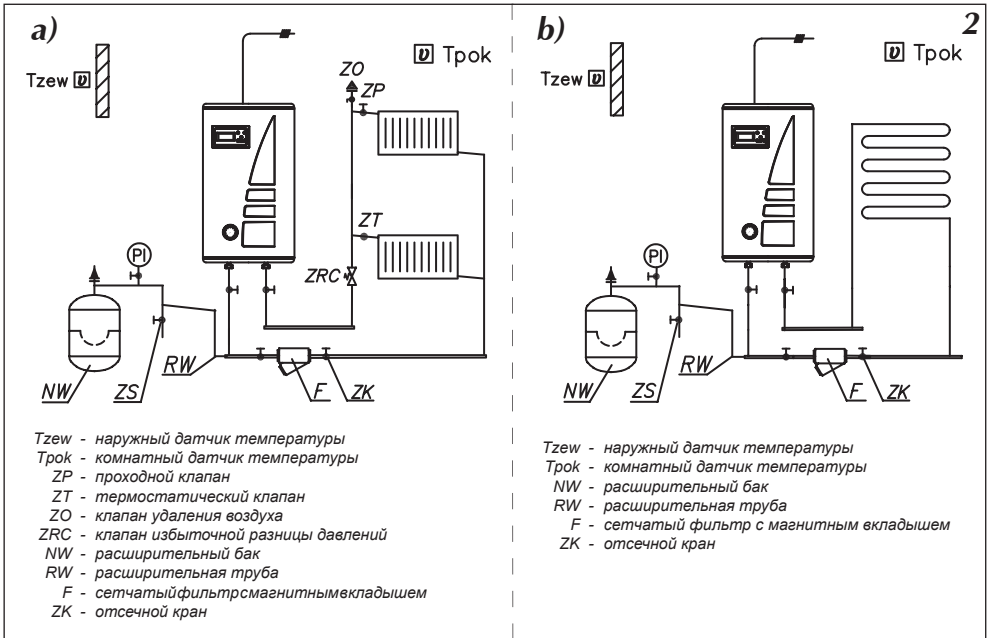
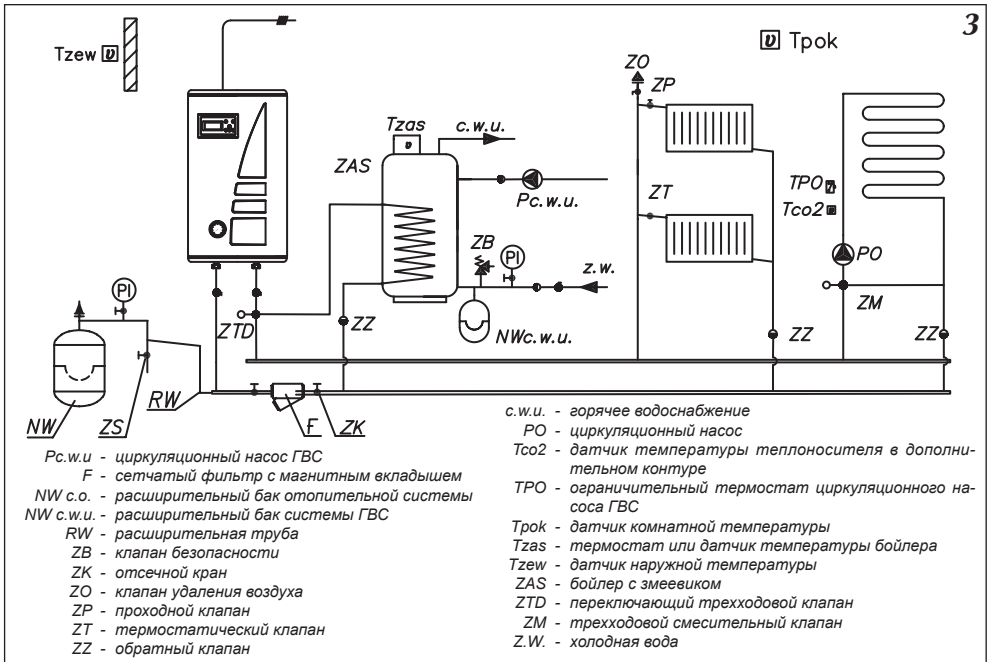
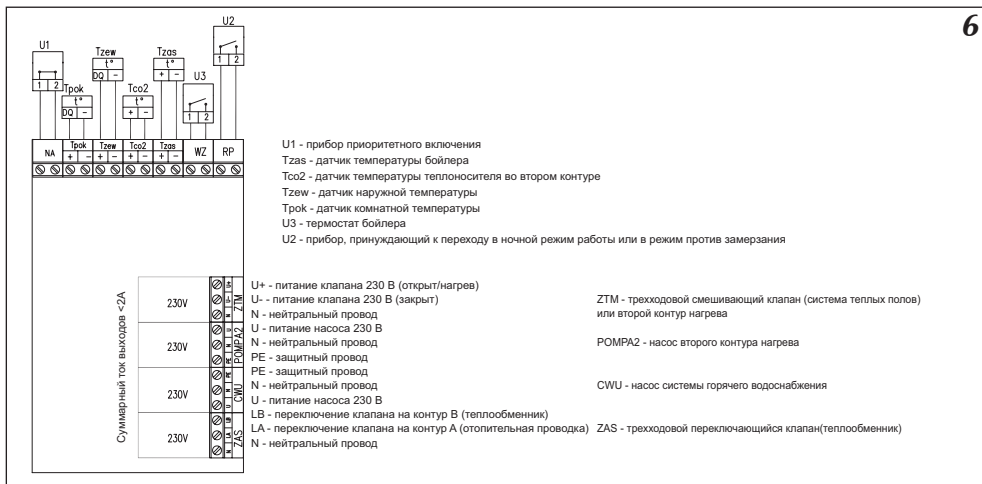

Рис.2 Примерная схема отопительной системы
Рис.3 Примерная схема отопительной системы – радиаторы, обогрев теплых полов, бойлер ГВС.
Рис.6 Подключение наружных устройств к плате ZIO.
2. Подключить котел к отопительной проводке, оснащенной отсечными кранами (рис.2 и рис.3).
- на модуле ZIO замкнуты клеммы NA (см. рис. 6),
К котлу EKCO.M1z можно подключить, в зависимости от потребности, ряд дополнительных приборов или необходимых датчиков (рис. 6).
К котлу ЕКСО.М можно подключить прибор приоритетного включения – например проточный водонагреватель (рис.6), который будет выключать нагрев котла. Это решение используется с целью ограничения потребления максимальной мощности. Приоритетный прибор должен иметь выход сигнального управления. **Прибор приоритетного включения подключается при помощи провода (напр. LIYY 2x0,14) к клеммам „NA” на плате ZIO. На клеммы „NA” запрещается подавать какое-либо напряжение! Перед подключением приоритетного прибора следует проверить имеет ли он выход сигнального управления. Если приоритетный прибор может управлять только сигналом напряжения, следует использовать соответствующее реле. Неиспользуемые клеммы NA следует оставить в замкнутом состоянии!**
Из этих двух способов можно выбрать один при помощи соответственной установки в сервисном меню. Способ подключения клемм термостата и датчика температуры в теплообменнике представлен на рис.6.
На электронном модуле рис.6 имеются клеммы ZAS. На клемму LB подается напряжение 230В в случае, если есть необходимость догрева воды в теплообменнике. На клемму LA подается напряжение 230В в случае, если котел греет теплоноситель в отопительной проводке. К этим клеммам можно подключить трехходовой клапан, который будет переключать отопительный контур на запитку теплообменника. В случае запитки теплообменника температура теплоносителя стандартно устанавливается на уровне 80°С. Эту величину можно изменить в сервисном меню. Одним из рекомендованных компаний Kospel трехходовых клапанов является клапан VCZMH6000E с серводвигателем VC6012ZZ00 и кабелем 45900445-013В. Управление этим клапаном осуществляется подачей сетевого напряжения 230В~ на один из двух проводов – коричневый или черный. Синий провод следует подключить к нейтральному проводу сети питания. Подача питания на коричневый провод приведет к переключению клапана в положение, при котором открывается проход между входом "AB" и выходом "B". Подача питания на черный провод приведет к переключению клапана в положение, при котором открывается проход между входом "AB" и выходом "A". Обозначение входа "AB" и выходов "A", "B" нанесено на клапан.
На рис. 6 представлен способ подключения трехходового клапана к котлу. Принято, что выход горячего теплоносителя из котла подключен к входу „АВ” переключающегося клапана а выходы А и В служат соответственно для:
- Коричневый провод кабеля 45900445-013В подключить к клемме LB согласно рис. 6.
- Синий провод кабеля 45900445-013В подключить к клемме „N” согласно рис. 6.
Котел ЕКСО.М1z может управлять насосом системы горячего водоснабжения. Управление основано на включении или выключении этого насоса в зависимости от установленной суточной программы. Таким образом насос можно отключить, например на ночь. Насос подключается к плате ZIO согласно рис.6. Напряжение питания насоса – 230В.
Разъем ZTM на плате ZIO22 рис.6 служит для подключения смесительного клапана запитки второго контура (рис.3 кран ZM). Этот контур должен быть приспособлен для запитки более низкими температурами чем в отопительной системе. Например, если отопительный контур запитывается температурой 85°C (см „Сервисное меню” параметры WChG,WChG2, Tcomax и Tc2max), второй контур может служить для запитки системы Теплый пол максимальной температурой 60°C. В этом случае следует помнить о установке дополнительной защитной арматуры, предохраняющей от появления слишком высокой температуры во втором контуре. Для измерения температуры во втором контуре используется датчик типа WE-008.
На плате ZIO рис.6 имеется разъем RP, замыкание которого приводит к переходу котла в режим работы против замерзания или в ночной режим работы. Выбор одного из этих режимов осуществляется в сервисном меню. Также как и на разъем NA, на него нельзя подавать напряжение!